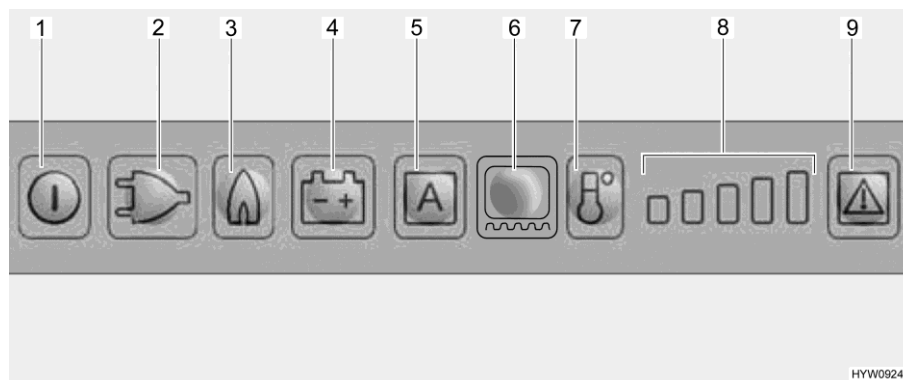

Fig. 240 Cuadro de mando de LED (frigorífico Dometic)
Al seleccionar el suministro de gas se abre automáticamente el seguro de encendido, de forma que puede fluir gas hacia el quemador. Simultáneamente se conecta el encendedor electrónico. Si se apaga la llama de gas, p. ej. debido a un golpe de viento, el encendedor se activa inmediatamente y enciende de nuevo el gas. En caso de alguna avería en el funcionamiento a gas, parpadearán los botones luminosos Gas (Fig. 240,3) y Avería (Fig. 240,9) y sonará una alarma acústica por 20 segundos.
- Pulsar la tecla On/Off (Fig. 240,1) por aprox. 2 segundos. El frigorífico se conectará, se visualizará el modo de funcionamiento seleccionado más recientemente.
- Pulsar el botón luminoso para el modo de funcionamiento deseado (Fig. 240,2 - 4) o el modo automático "AES" (Fig. 240,5) (sólo en el caso del modelo AES).
- Ajustar la temperatura de refrigeración con la tecla Nivel de refrigeración (Fig. 240,7). El indicador de nivel de refrigeración (Fig. 240,8) indicará el ajuste seleccionado del termostato.
- Pulsar la tecla On/Off (Fig. 240,1) por aprox. 2 segundos.
Una vez conectado, el frigorífico automáticamente seleccionará el ajuste medio del termostato. Este ajuste puede modificarse manualmente con la tecla Nivel de refrigeración (Fig. 240,7). Pasan algunas horas hasta que el frigorífico alcanza la temperatura de servicio normal. Al cambiar a otro modo de funcionamiento, se conservará el ajuste del termostato.
- Conectar la calefacción de marco por un período de 2 horas: Pulsar el botón luminoso Calefacción de marco (Fig. 240,6) una vez. Estará iluminada una barra del indicador de nivel de refrigeración (Fig. 240,8).
- Conectar la calefacción de marco por un período de 5 horas: Pulsar el botón luminoso Calefacción de marco (Fig. 240,6) dos veces. Estarán iluminadas dos barras del indicador de nivel de refrigeración (Fig. 240,8).
- Ajustar la calefacción de marco en funcionamiento continuo: Pulsar el botón luminoso Calefacción de marco (Fig. 240,6) tres veces. Estarán iluminadas tres barras del indicador de nivel de refrigeración (Fig. 240,8).
El indicador de nivel de refrigeración (Fig. 240,8) visualizará el tiempo de funcionamiento de la calefacción de marco por algunos segundos.
En caso de alguna avería, el botón luminoso Avería (Fig. 240,9) parpadeará. Además parpadeará o bien uno de los botones luminosos Modo de funcionamiento o el indicador de nivel de refrigeración. Adicionalmente sonará una señal de advertencia acústica. Para indicaciones con respecto a la indicación de errores y la eliminación de errores, véase el capítulo 15.
- ▷ Después de haber eliminado una avería del funcionamiento a gas, pulsar el botón luminoso Reset (Fig. 240,9).